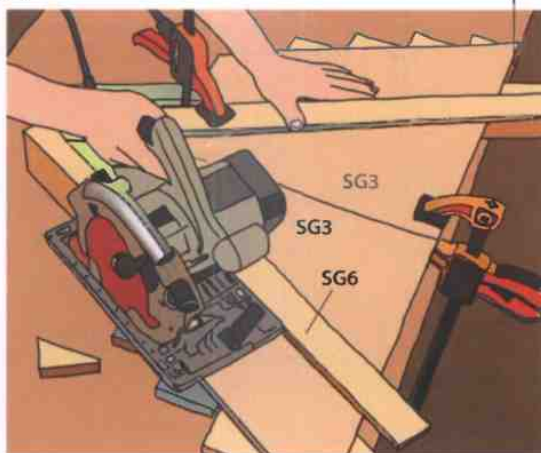

Рис. 13.
13. Параллельно намеченным боковым линиям установите шаблоны SG6 так, чтобы положение диск вашей пилы шел точно по этим линиям. Сделайте пропилы – отрежьте ненужные боковые части (Рис. 13). Сделайте пропил вдоль линии, намеченной с помощью шаблона SG5. Шаблоны SG6 не снимайте. Они еще пригодятся.